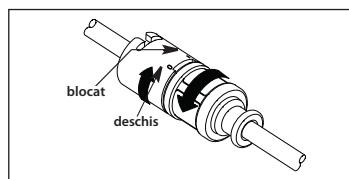

Figura 3
- Dacă se utilizează un ecran anticontaminare pentru cateter cu adaptor TwistLock (când este furnizat), asigurați-vă că adaptorul dublu TwistLock al ecranului anticontaminare al cateterului este complet deschis (consultați Figura 3).